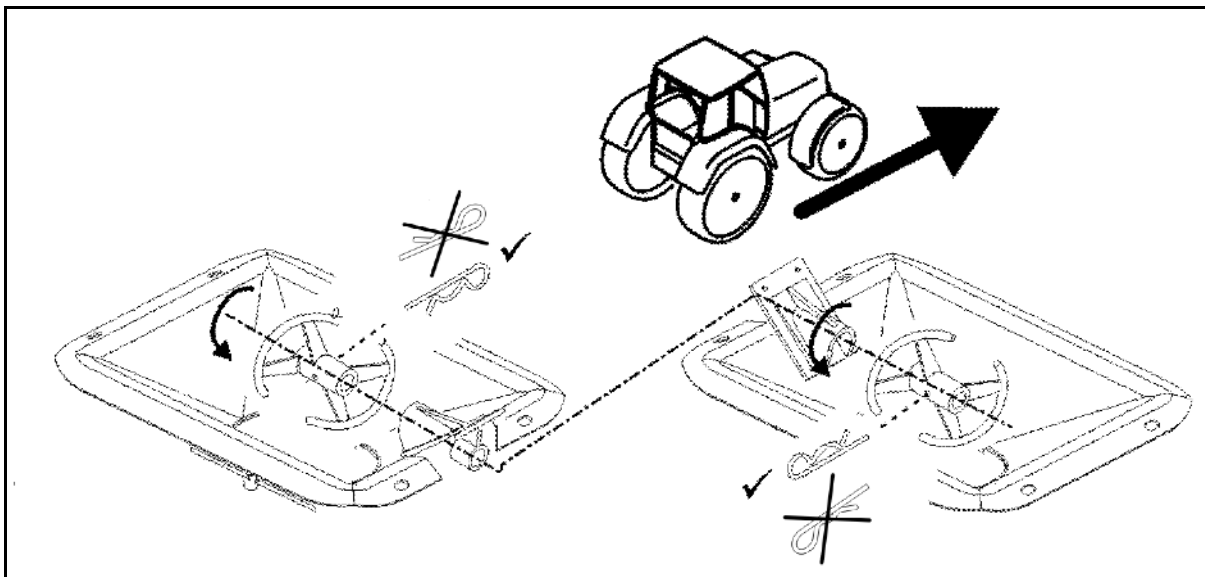

Рис. 87
2. Разгрузите пружины (Рис. 87/1), ослабив гайки (Рис. 87/2).